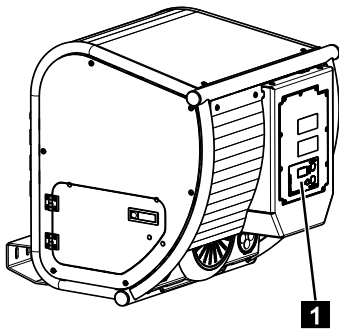

Fig. 158
6. Le chargeur (Fig.158/1) est activé.